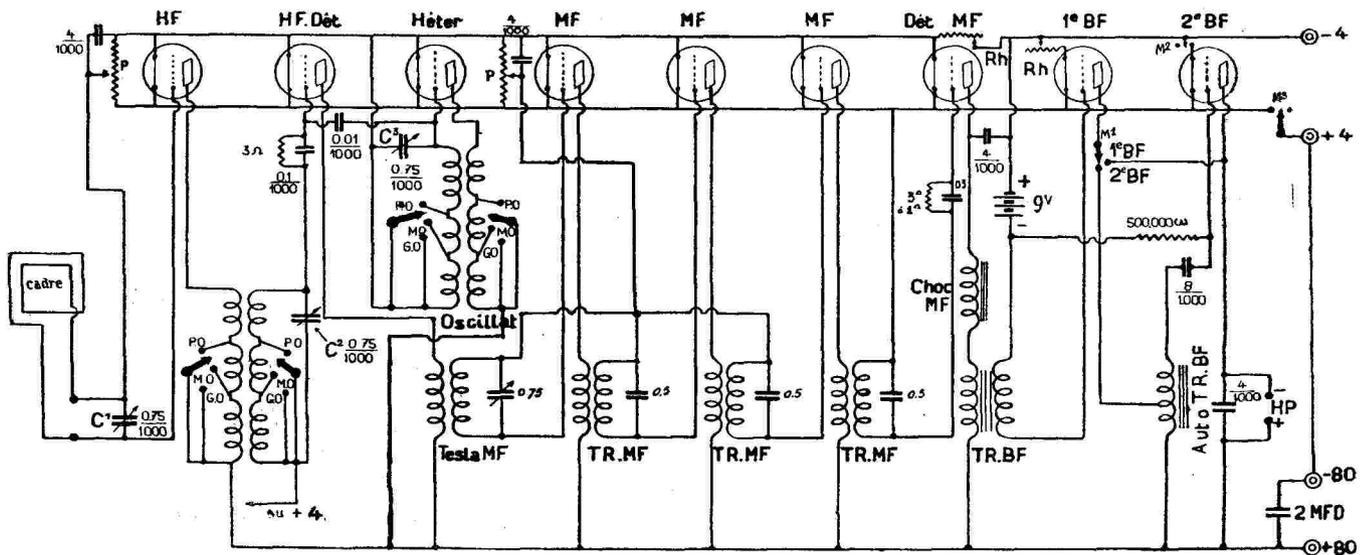

Fig. 1. — Schéma de principe du Super « Tour du Monde ».
**maire** soit destinée à la plaque, la sortie allant au +80 volts, et que l'entrée du **secondaire** soit destinée à la grille, la sortie allant au potentiomètre ou au +4 volts suivant le cas (voir figure 1).